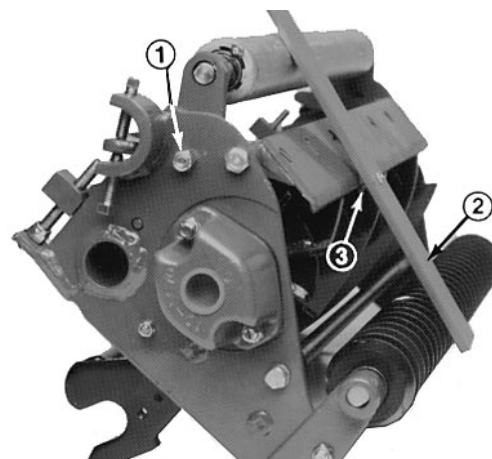

Bild 7
3. Die Sicherungsmuttern lockern, mit denen die Schnitthöhenprofile an beiden Seiten der Mähspindel abgesichert sind (Bild 7).
5. Die Leiste über die vorderen und hinteren Rollen legen und die Einstellschraube soweit einstellen, bis die Unterseite des Schraubenkopfes die Schnittkante des Untermessers berührt (Bild 7).